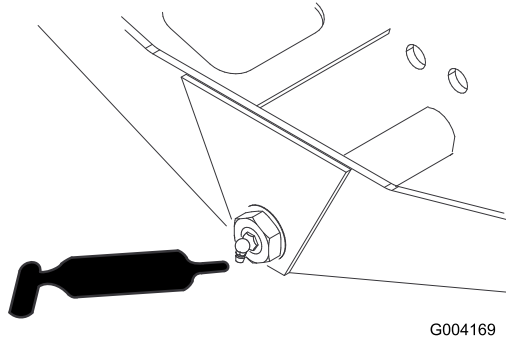

Figura 32
- Pivote de dirección del eje (1) (Figura 32)